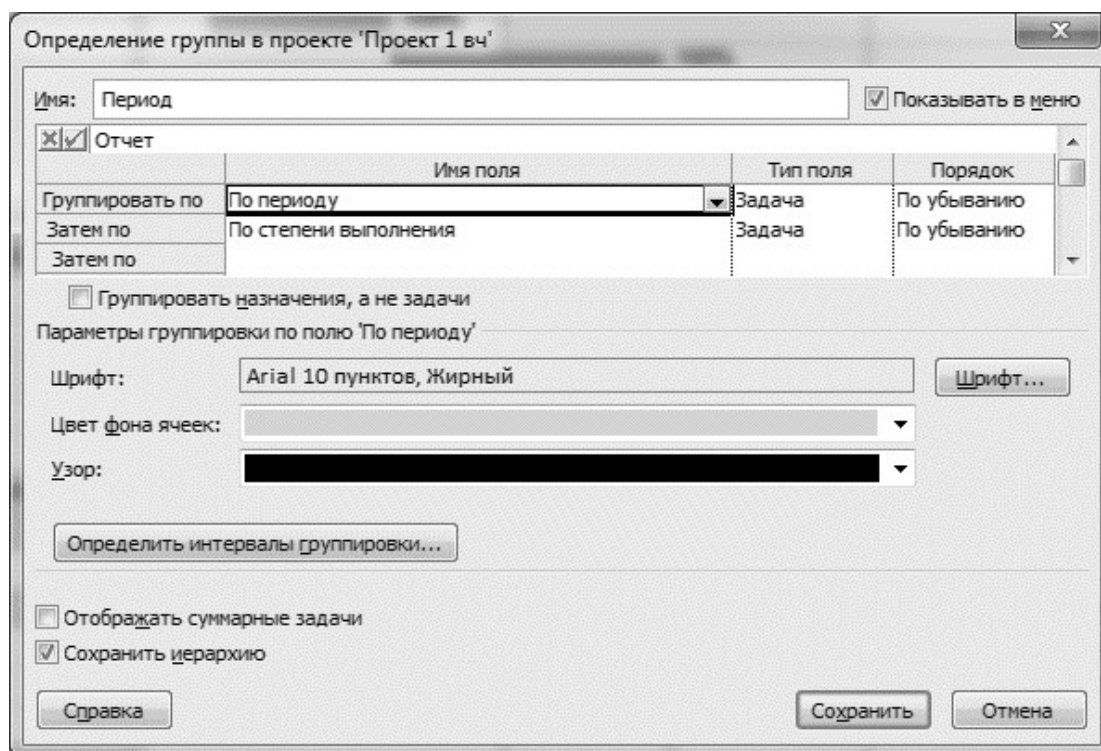

Рис. 19
6. Настроить группировку задач. Один из вариантов группировки для удобства доклада по отчету представляется следующим образом: группировка сначала по периоду планирования (для того, чтобы сначала обратить внимание на отчетный период, а потом на планируемый), затем группировка по степени выполнения (для того, чтобы в рамках отчетного периода сначала остановиться на выполненных задачах, а затем на невыполненных). При докладе также необходимо отражать степень соблюдения сроков для всех групп задач отчетного периода, но три уровня иерархии достаточно сложно воспринимаются, поэтому предлагается при докладе воспользоваться системой индикаторов. Настройки группировки представлены на рис. 19.